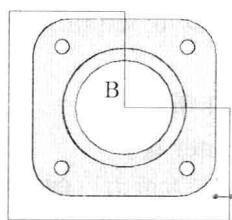

图 9-3-15
(14) 选择菜单命令“修改／移动”，单击截面对象，按 Enter 键，捕捉并单击 B 点，捕捉并单击三维模型的圆心，移动的位置如图 9-3-15 所示。